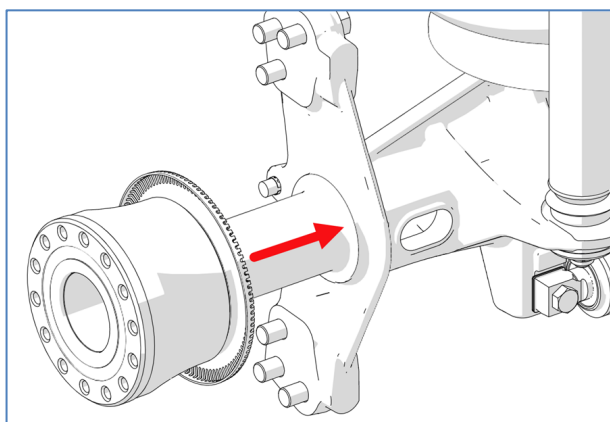

Figure 26: GLISSER LE ROULEMENT SUR LA FUSÉE
10. Assurez-vous qu'il n'y a pas de jeu entre le roulement et l'épaule de la fusée (Figure 26).